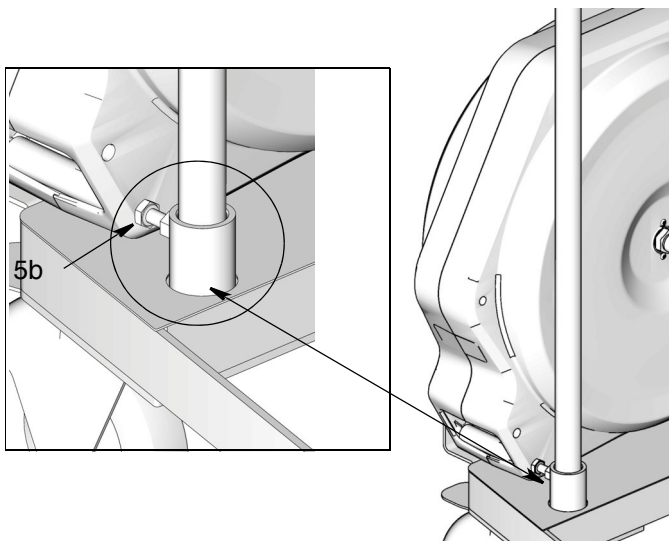

Рис. 30
3. Зафиксируйте сборочный узел ручки (5a) на тележке (5) входящими в комплект болтами (5b), как показано на Рис. 30. Надежно затяните болты отверткой.